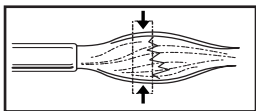
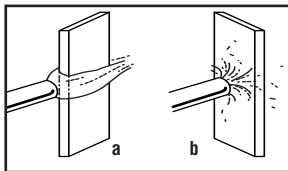

Figura 4:
Figura 5: Ángulo Del Calor
2. **Técnica de calentamiento:** La zona de calor máximo de la boquilla de aire y combustible es muy concentrada. Está situada a una distancia equivalente a 1 ó 2 diámetros de boquilla del extremo de la boquilla (La figura 4). Si coloca el soplete demasiado cerca o demasiado lejos, el calor será considerablemente menor. El ángulo en que se aplica el calor también puede aumentar el calor en el punto a soldar (La figura 5).